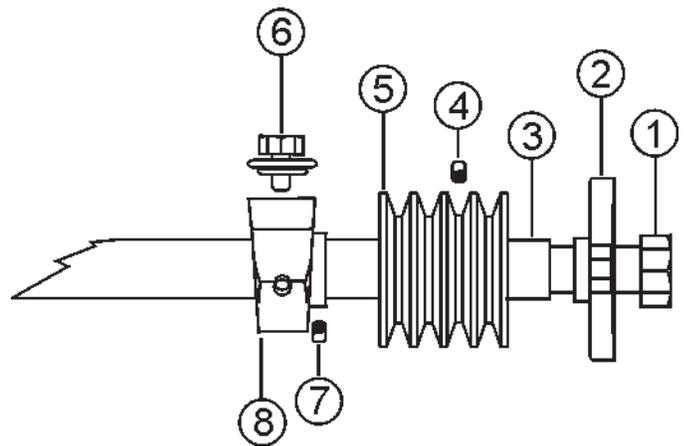

Abb. 58. Lagerung auf der Seite der Riemenscheibe (links)
5. **Stellschrauben** (Abb. 58, Pos. 4) lösen und **Riemenscheibe** (Abb. 58, Pos. 5) von der Trennscheibenwelle abziehen. Lager-Stellschraube lösen, **Lagerschraube** (Abb. 58, Pos. 6) entfernen und das **riemenscheibenseitige Wellenlager** (Abb. 58, Pos. 8) von der Trennscheibenwelle abziehen.